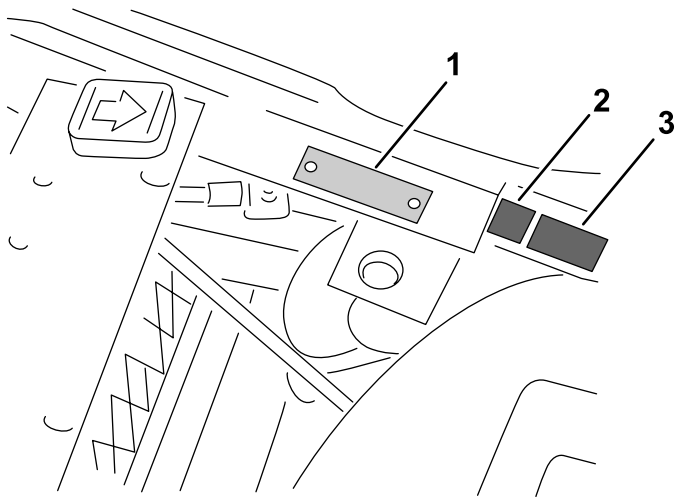

図 13
- CE マークステッカーと製造年ステッカーを、フットレストサポートにあるシリアル番号プレート付近に貼り付ける 図 13。